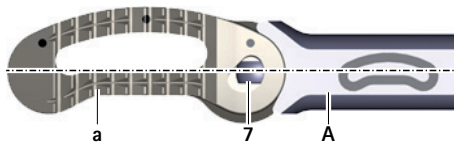

Abb. 8 Implantat auf 0°-Position
- Probeimplantat D auf 0°-Position am Einsetzinstrument A halten, siehe Abb. 8.
- Implantat auf 0°-Position halten, siehe Abb. 8.